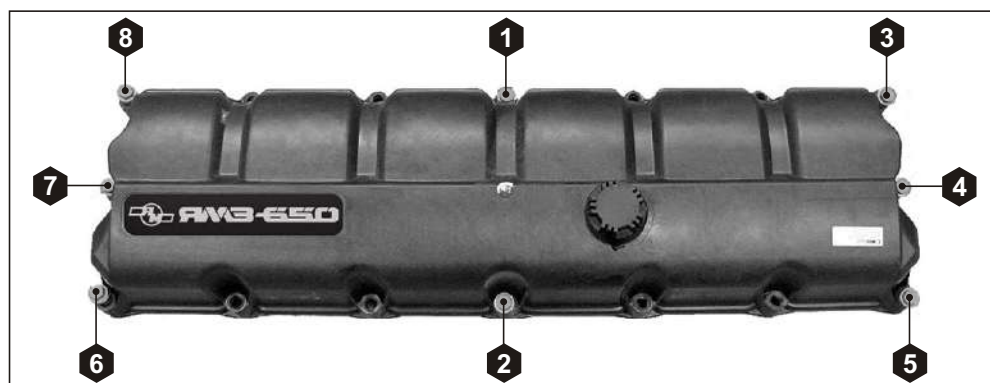

Рис. 125. Порядок затяжки болтов крепления крышки головки блока цилиндров.
2. Установить в отверстия крышки головки блока цилиндров 16 болтов, затянуть 8 болтов (см. **Рис. 125**) моментом $M_{кр} = 2 \text{ Нм}$ в указанном порядке.